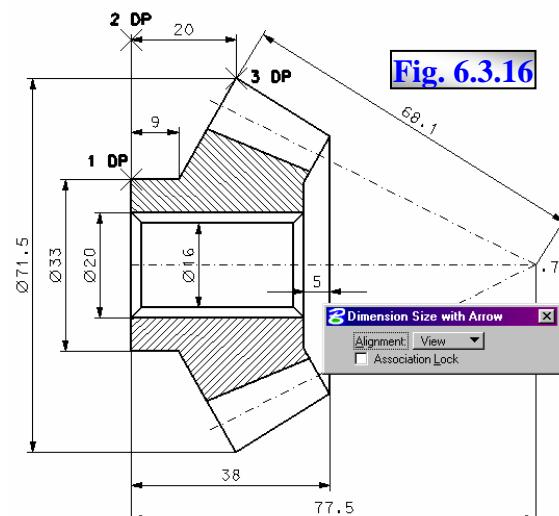

Fig. 6.3.16
12. Dimensionarea cotelor lineare orizontale și a cotei inclinate 68.1, fig. 6.3.16
12.2 Cu aceeași comandă **Dimension Size With Arrows** se dimensionează și cota inclinată 68.1, cu observația că în, prealabil, se selectează opțiunea **True** din lista **Alignment**, iar, după cotare, se revine la opțiunea **View**, în caseta de dialog asociată comenzii, fig. 6.3.16.